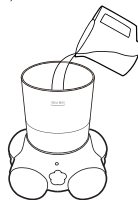

Рис. 2
2. Наполните встроенный резервуар водопроводной водой (не более 100 мл). Ориентируйтесь по шкале на резервуаре. Количество воды не должно превышать указанной отметки (рис. 2).